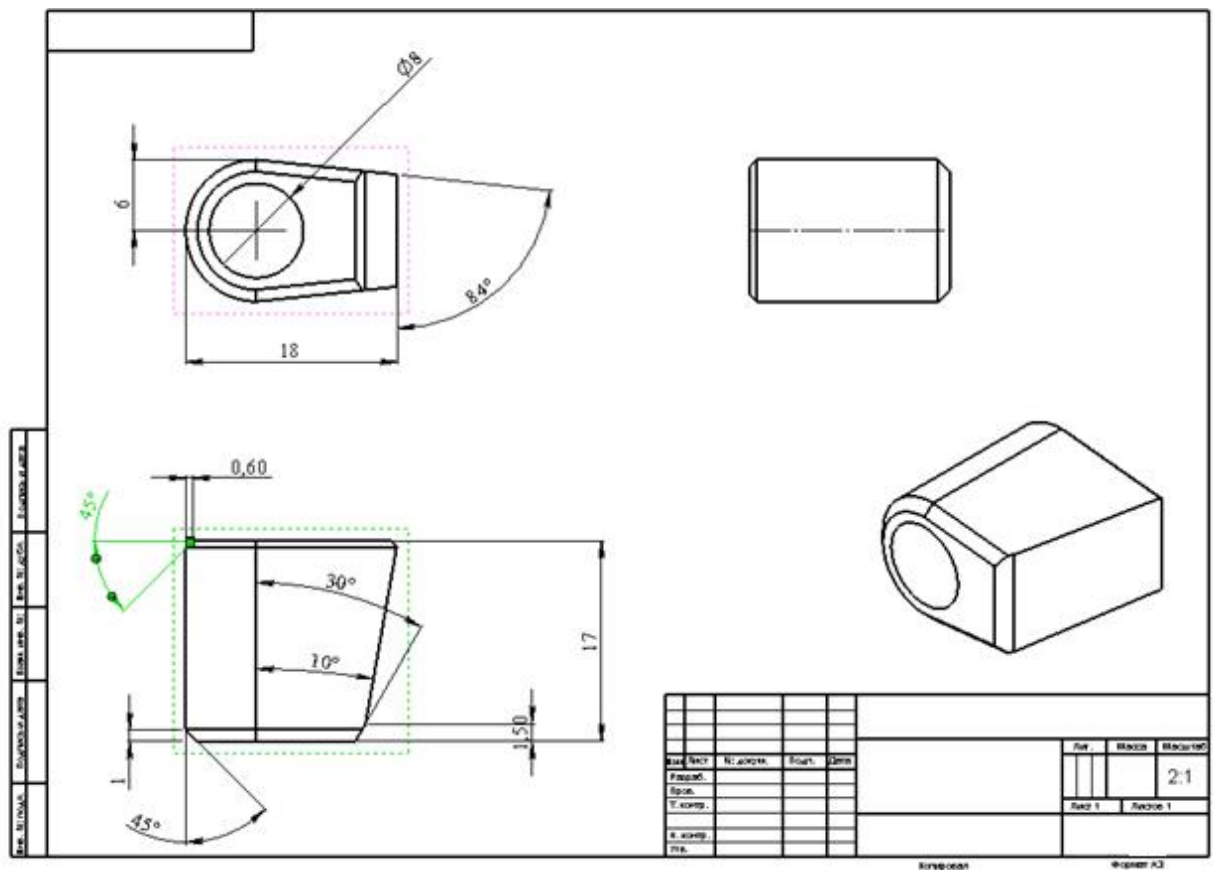

Рис. 12
6. Перетащите размеры в положение, как показано на рис. 12.